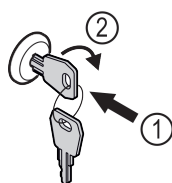

Fig. 106 Immagine a titolo di esempio
- Inserire la chiave Fig. 106 (1).
- Ruotare la chiave di 90° in senso orario Fig. 106 (2).